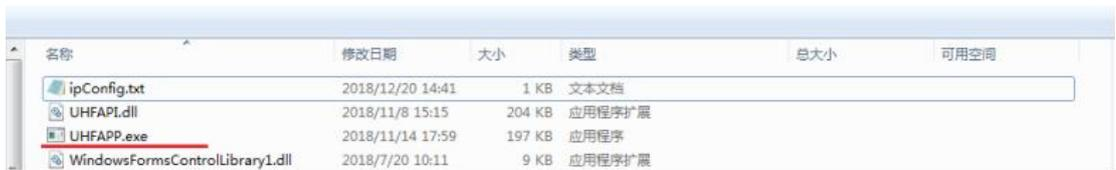

图 1 管理软件
- (1) UR1A 固定式 UHF 一体机；12V 2A 电源适配器（需自行购买）。
- (2) PC 和软件管理，其中 UHFAPP.exe 是可执行文件，如图 1 所示。